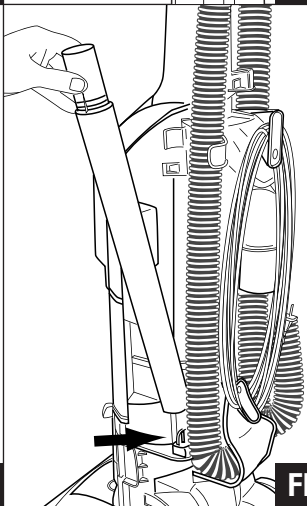

FIG. 5
Step 8: Store the wands on the side of the vacuum in front of the hose (FIG. 5).
Étape 8 : Rangez les rallonges sur le côté de l'aspirateur devant le tuyau (FIG. 5).
Paso 8: Guarde los tubos en el costado de la aspiradora en frente de la manguera (FIG. 5).